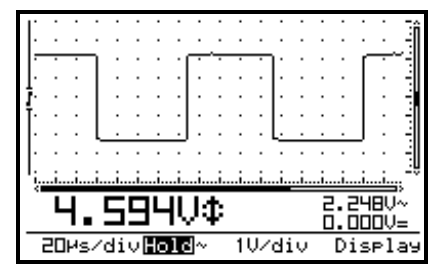

Fig 11
- **Une grille en pointillé** divise l'écran en points de référence. (Fig. 11)